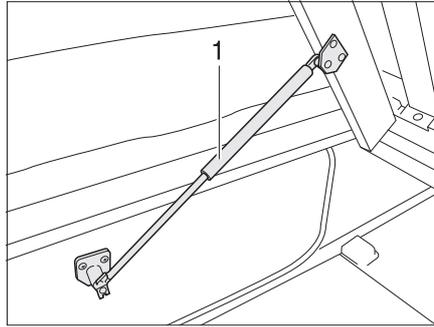

Bild 144 Festes Bett
- Lattenrost anheben. Die Gasdruck-Federn (Bild 144,1) halten den Lattenrost in geöffneter Stellung.